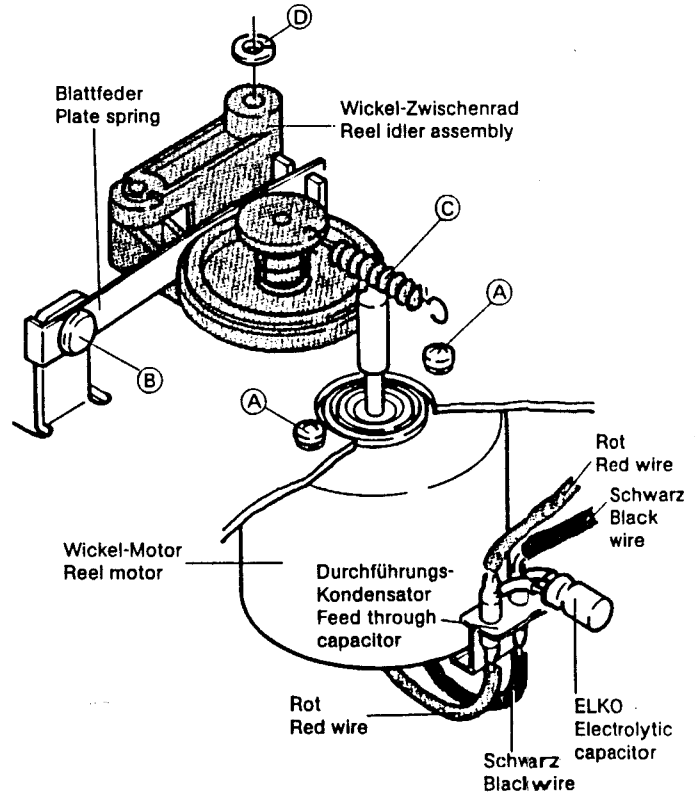

Fig. 4.6 Wickel-Motor und Wickel-Zwischenrad tauschen
1. Anschlußdrähte von den Durchführungs-Kondensatoren ablöten (Fig. 4.6).
2. Die zwei Schrauben (A) entfernen und Motor nach unten herausnehmen.
3. Plastik-Nippel (B) herausdrücken und Blattfeder entfernen.
4. Feder (C) am Zwischenrad aushaken und Schlitzscheibe (D) entfernen. Zwischenrad-Einheit nach oben abnehmen.
1. Unsolder the wires from the feed-through capacitors (Fig. 4.6).
2. Take the two screws (A) and remove the motor from underneath.
3. Press out the plastic rivet (B) and remove the leaf spring.
4. Unhook spring (C) from the idler and take off spring clip (D). Remove the idler assembly by lifting upwards.